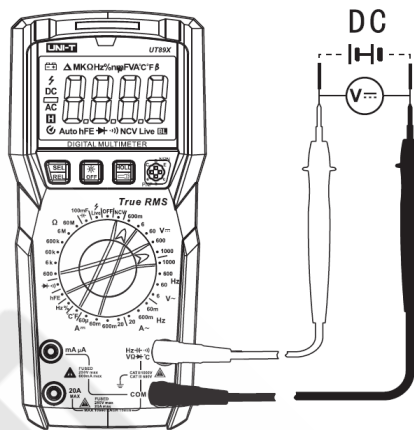

Рисунок 3
**9.1 Измерение постоянного напряжения (Рисунок 3)**